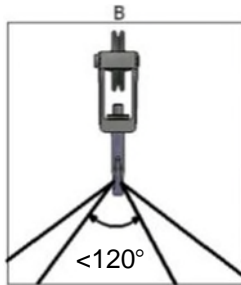

Figure 34 : Angle maximal du câble de levage
- Ne dépassez jamais 120 ° entre les câbles de levage (**Figure 34**).